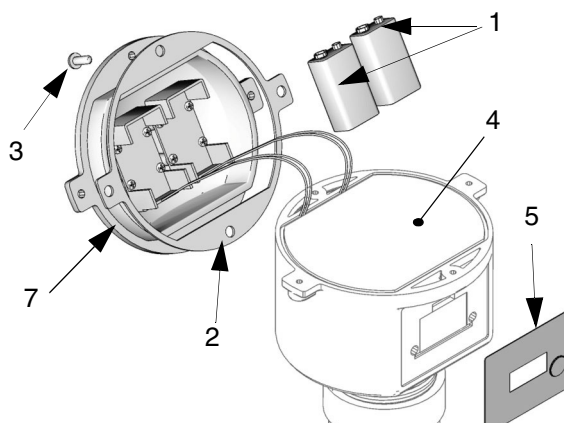
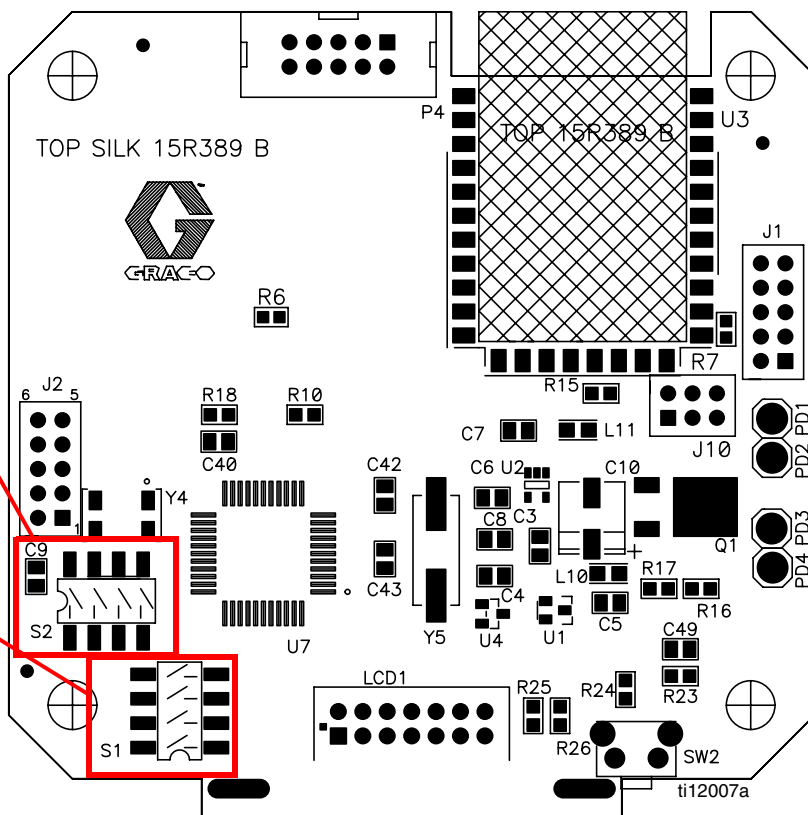
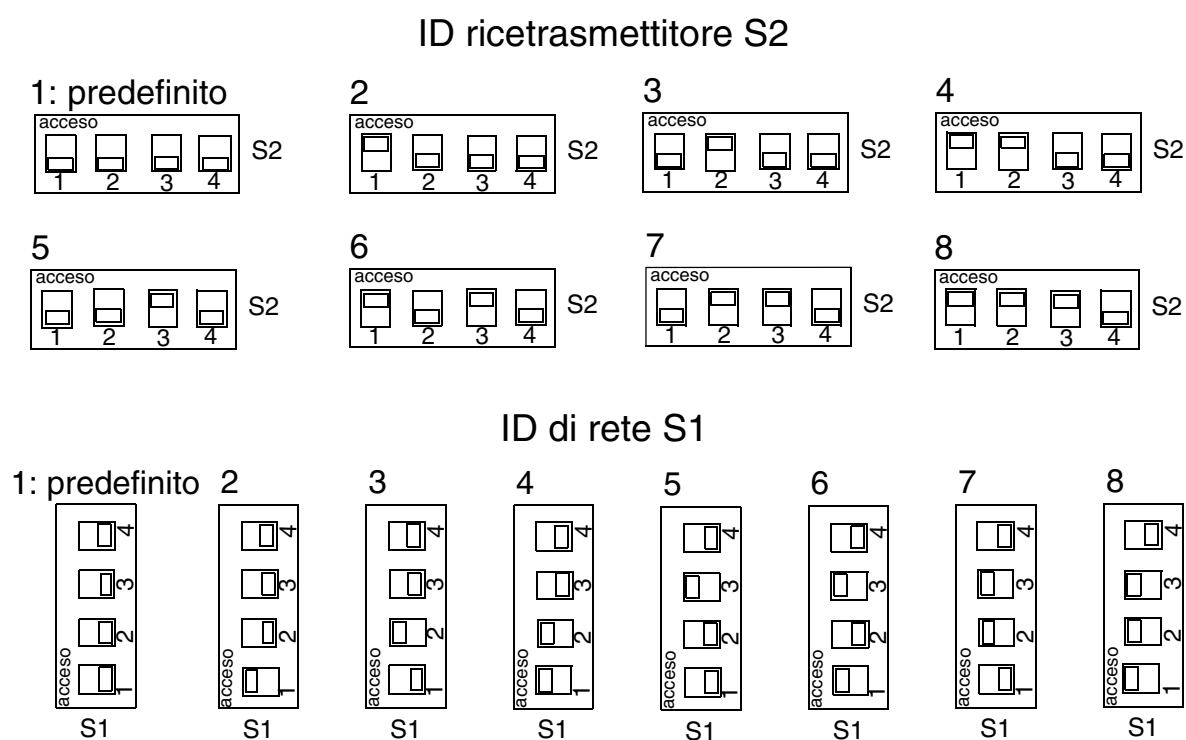

FIG. 1
FIG. 2
FIG. 3
Vi sono 8 ID di rete e 8 ID ricetrasmittitore disponibili modificando la disposizione dei commutatori. Le otto posizioni sono identificate come 1, 2, 3, 4, 5, 6, 7 e 8. Si veda FIG. 2 e FIG. 3 alle pagine 4 e 5.
(Se non indicato diversamente, per le seguenti istruzioni fare riferimento a FIG. 1 e FIG. 2)
- Rimuovere e smaltire il coperchio di protezione in plastica (5) sul display TLM utilizzato per la consegna.
- Rimuovere le quattro viti (3) che fissano il coperchio del monitor serbatoio (7).
- Rimuovere il coperchio (7).
- Rimuovere la schiuma isolante (4) per accedere alla scheda di circuito.
- Se sono installate, rimuovere le batterie (1).
- Configurare le impostazioni S1 e S2 in modo che corrispondano a quelle del ricetrasmittitore con cui è in comunicazione questo TLM (FIG. 2 e FIG. 3).
Vedere la FIG. 3 per l'impostazione e le configurazioni degli interruttori.